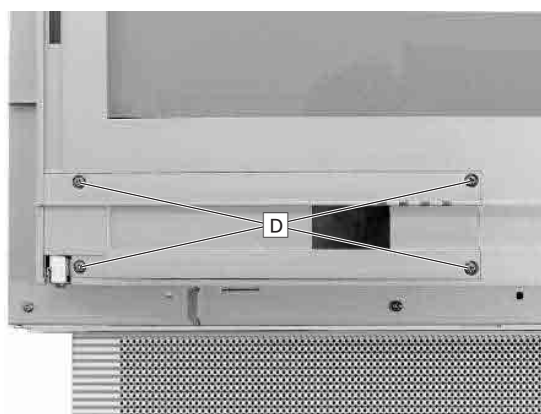

Fig. 17
- 4 Schrauben **D** (Fig. 17) der LED-Platte herauserschrauben und diese aus dem Gehäuse ziehen.
- 4 Schrauben **D** der LED-Platte herauserschrauben und diese aus dem Gehäuse ziehen (Fig. 17).
- Undo the 4 screws **D** (Fig. 17) of the LED board and pull it out of the cabinet.